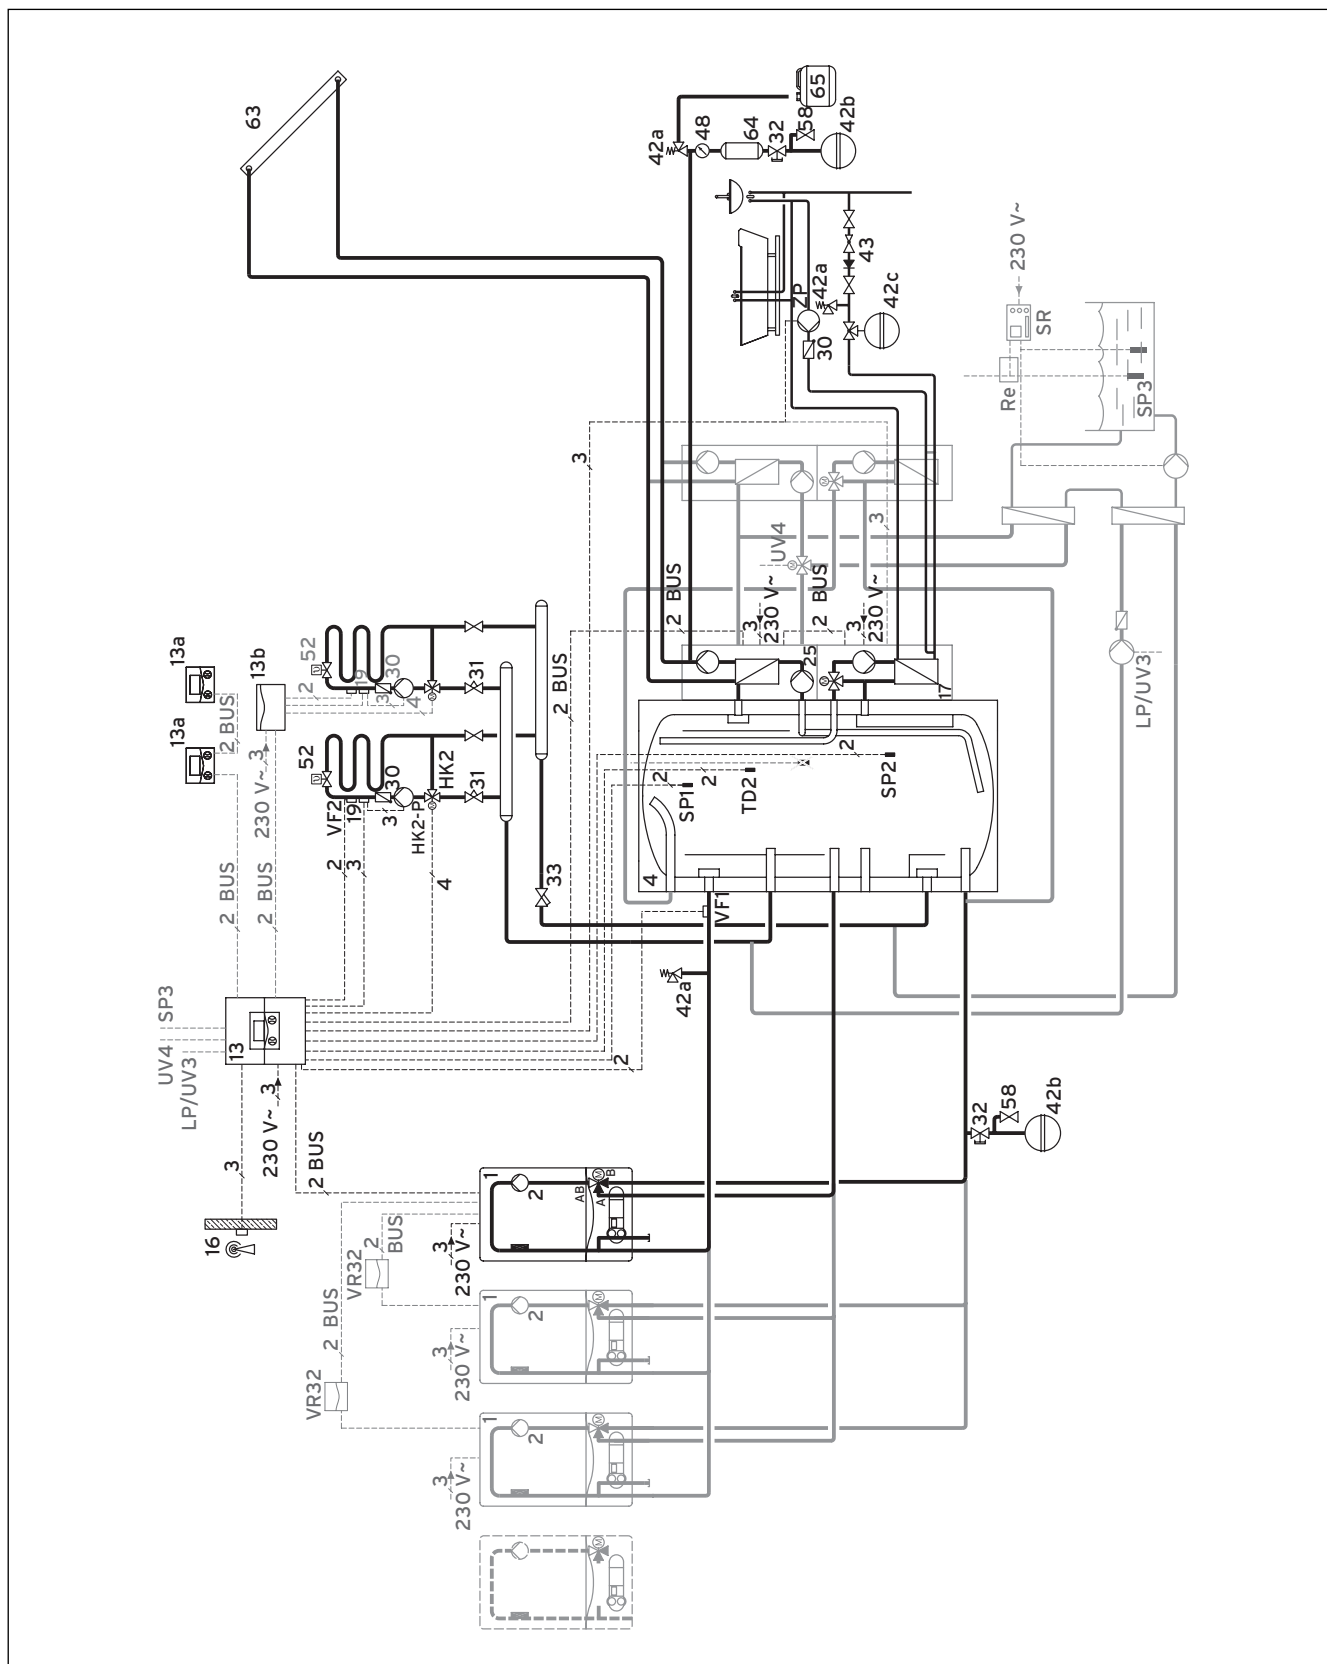

Abb. 3.9 Anschlussschema Gas-Wandheizgeräte
Tab. 3.5 Legende zu Abb. 3.9 Anschlussschema Gas-Wandheizgeräte (Fortsetzung nächste Seite)
**Tab. 3.5 Legende zu Abb. 3.9 Anschlussschema Gas-Wand-